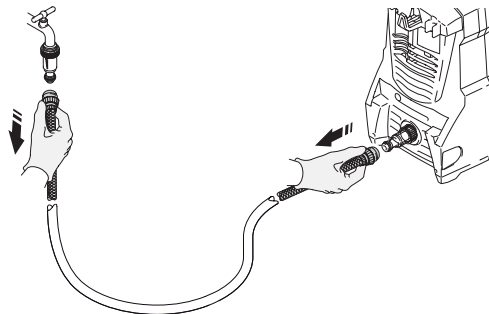

Fig. 23
7. Séparez le tuyau de l'arrivée d'eau. (Fig. 23)